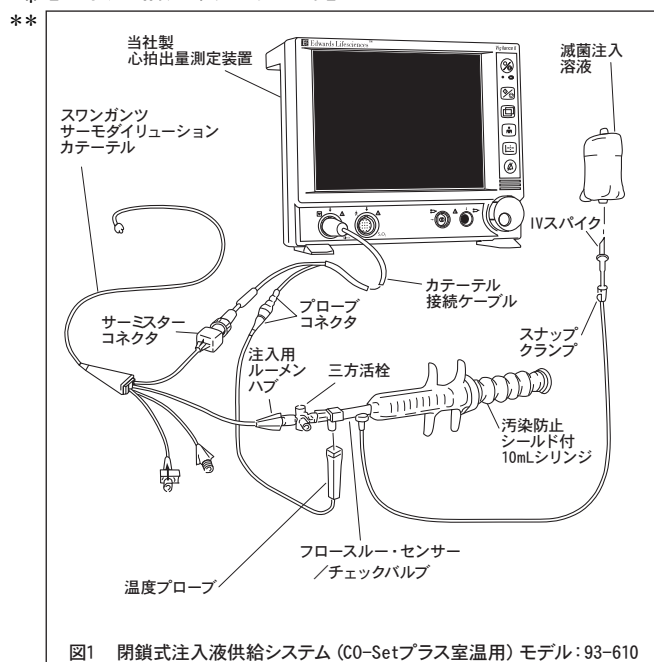

図1 閉鎖式注入液供給システム (C0-Setプラス室温用) モデル:93-610
** 閉鎖式注入液供給システム (C0-Setプラス室温用 (93-610)) は熱希釈法による心拍出量の測定のために室温の注入液を容易に供給することができます。本品は心拍出量測定装置とスワンガンツ・サーモダイリユーション・カテーテルと併用するよう作られており、滅菌注入溶液とスワンガンツ・サーモダイリユーション・カテーテルの間に接続されます (図1)。